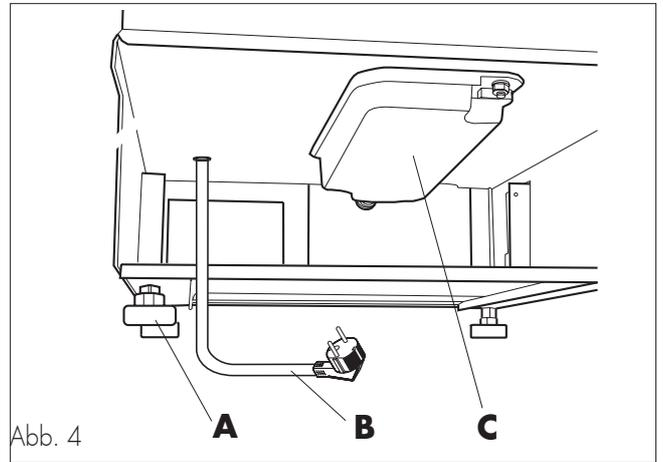

Abb. 4
- Das Gerät auf die Fläche stellen und es durch Regulieren der Höhe der einstellbaren Füße (Bez. A, Abb. 4) ausrichten.
- Das Gerät mit dem Kabel an das Stromnetz (Bez. B, Abb. 4) anschließen.
- Ein Abflußrohr mit Hilfe einer Schelle an das Verbindungsstück (Bez. C, Abb. 4) anschließen.